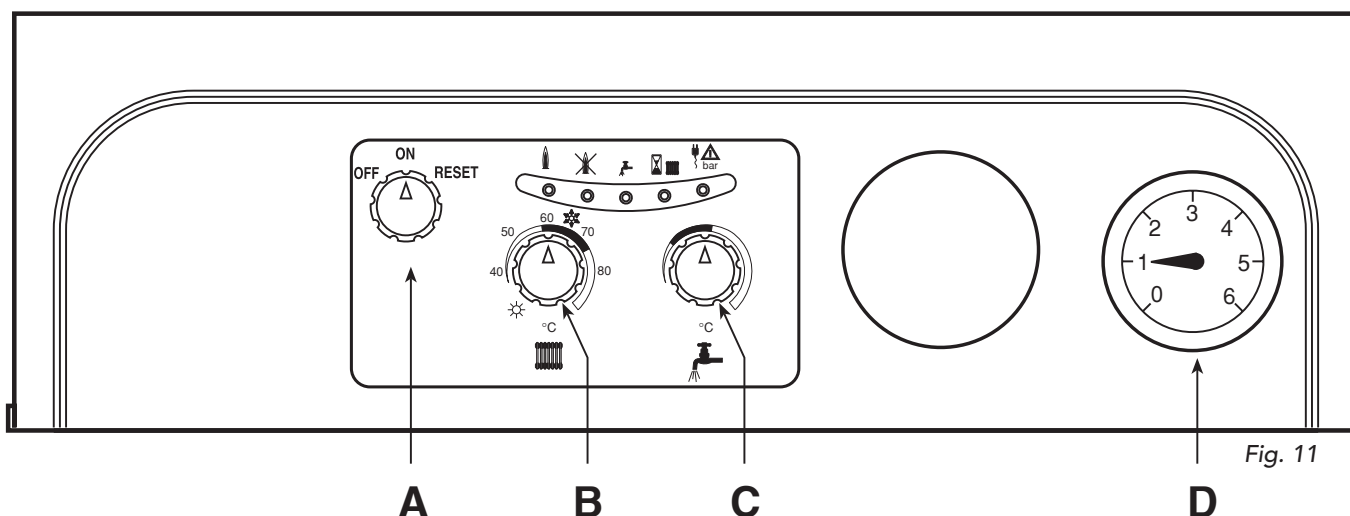

Fig. 11
## “HIVER” (❄️) (fig. 11)
## “ETE” (☀️) (fig. 11)
- Mettre le commutateur A (fig. 11) sur la position ON.
Si l’on choisit la deuxième solution: eau chaude sanitaire uniquement, il faut mettre le commutateur B (fig. 11) en position Eté. A ce moment-là, la chaudière est prête à fonctionner en eau chaude sanitaire.
Le réglage de la température de l'eau de chauffage s'effectue en faisant tourner le bouton prévu à cet effet (Fig. 11 - détail . 2). La température peut varier d'un minimum de 30° à un maximum de 85°. La température chauffage préconisée est de 50°C minimum.